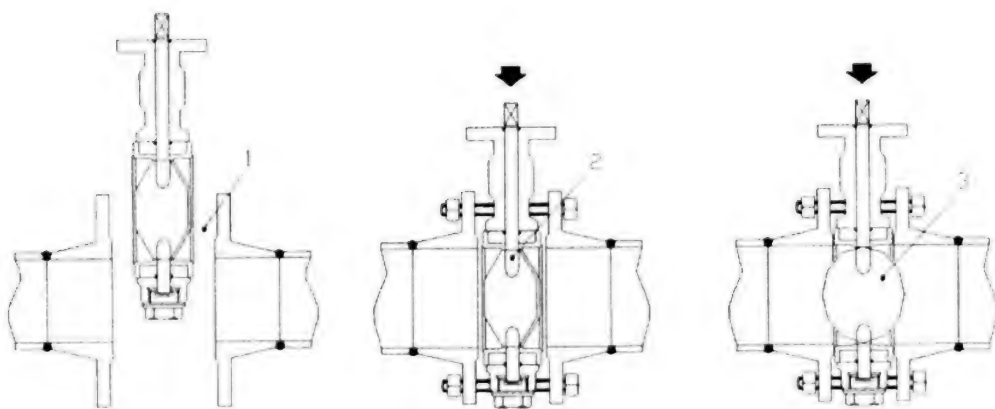

Fig. 1
4. Vérifier que la distance entre brides soudées de la tuyauterie permette d'introduire la vanne sans froter les sièges pour ne pas les abîmer. Voir Fig.1